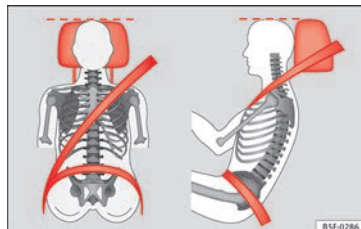

Fig. 74 Apoyacabezas ajustado correctamente visto de frente y lateralmente.
– Ajuste el apoyacabezas de modo que el borde superior quede, en la medida de lo posible, a la altura de la parte superior de la cabeza, como mínimo a la altura de los ojos » » » **fig. 74.**